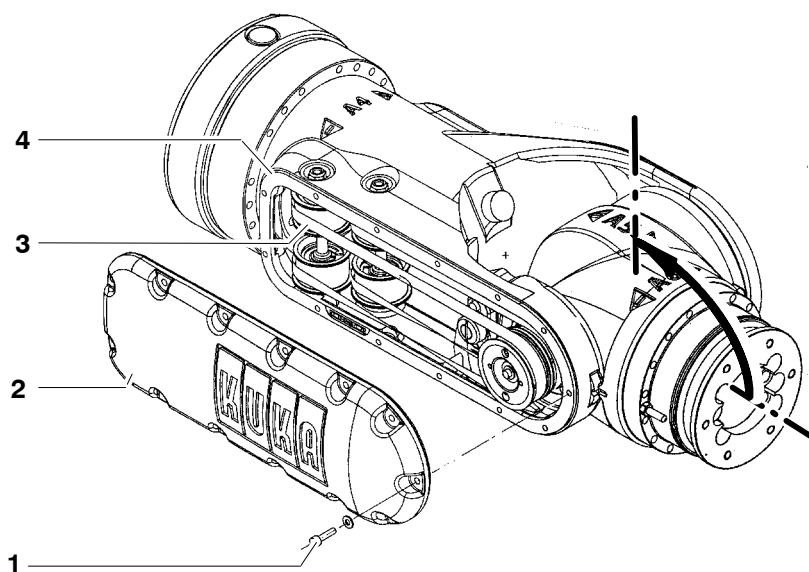

Fig. 84 Couvercle
La description ne se rapporte qu'au réglage de la courroie dentée pour l'axe 5. Le réglage s'applique par analogie à l'axe 6. La courroie dentée (Fig. 84/3) de l'axe 6 est accessible après avoir enlevé le couvercle (2).
- (1) Dévisser 13 vis à six pans creux M5x20 (Fig. 84/1) sans oublier les rondelles-frein et enlever le couvercle (2).
- (2) Retirer le joint (4).
- (11) Monter le couvercle (Fig. 84/2) avec un nouveau joint (4) et le fixer avec 13 vis à six pans creux M5x20 (1) sans oublier les rondelles-frein.